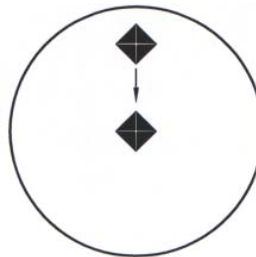

Abbildung 6-12 Eindruck ist über der Mitte
1. Der Eindruck ist über der Mitte. Siehe Abbildung 6-12.